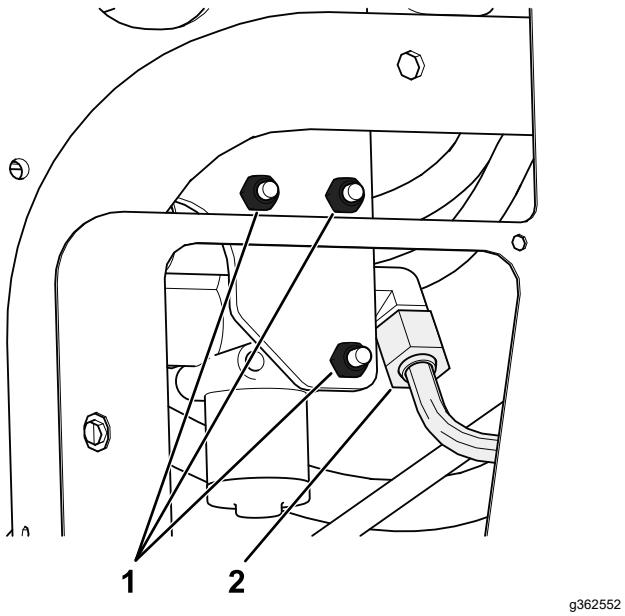

図 5
- 既存のリフトバルブをフレームに固定している3つのボルトとナットを取り外し、フレームから分離して、図5に示すように、T字継手(340-94)を取り外せるようにする。